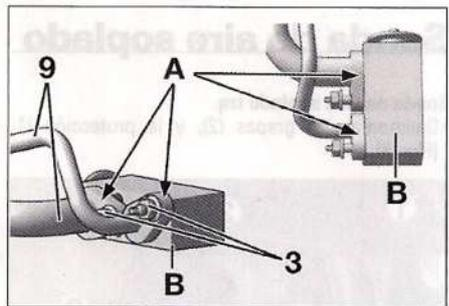

FIG. 32
- Las bridas (A) (Fig.32), deben estar perfectamente apoyadas contra el interface (B).